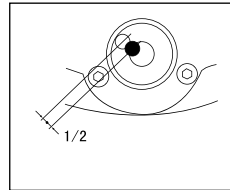

Abbildung 7
- Überprüfen Sie die Wasserwaage (10). Verwenden Sie die Nivellierschrauben (9), um die Wasserwaage (10) in der Mitte zu positionieren. Drehen Sie das Instrument um 180 Grad. Wenn die Wasserwaage zentriert bleibt, ist das Instrument kalibriert.
- Wenn die Wasserwaage nicht zentriert bleibt, drehen Sie die Nivellierschrauben (9), um die Wasserwaage zu bewegen. Die Blase sollte mindestens in der Hälfte zwischen der Mitte und dem äußeren Ende des Kreises liegen (Abb. 7).
- Compruebe el nivel de burbuja (10). Utilice los tornillos de nivelación (9) para centrar el nivel de burbuja (10). Gire el instrumento 180 grados. Si el nivel de burbuja permanece en el centro, el instrumento está calibrado.
- Si el nivel de burbuja no está en el centro, gire los tornillos de nivelación (9) para mover el nivel de burbuja. La burbuja se debe colocar al menos en una posición intermedia entre el centro y el perímetro exterior del nivel de burbuja (Fig. 7).